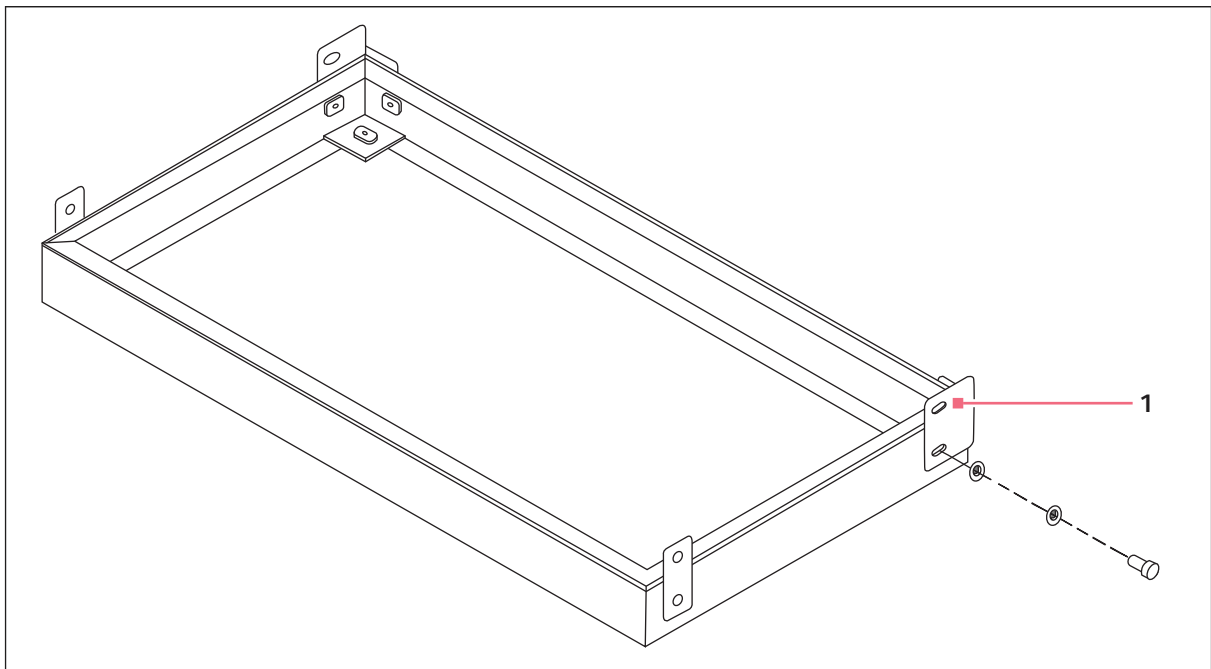
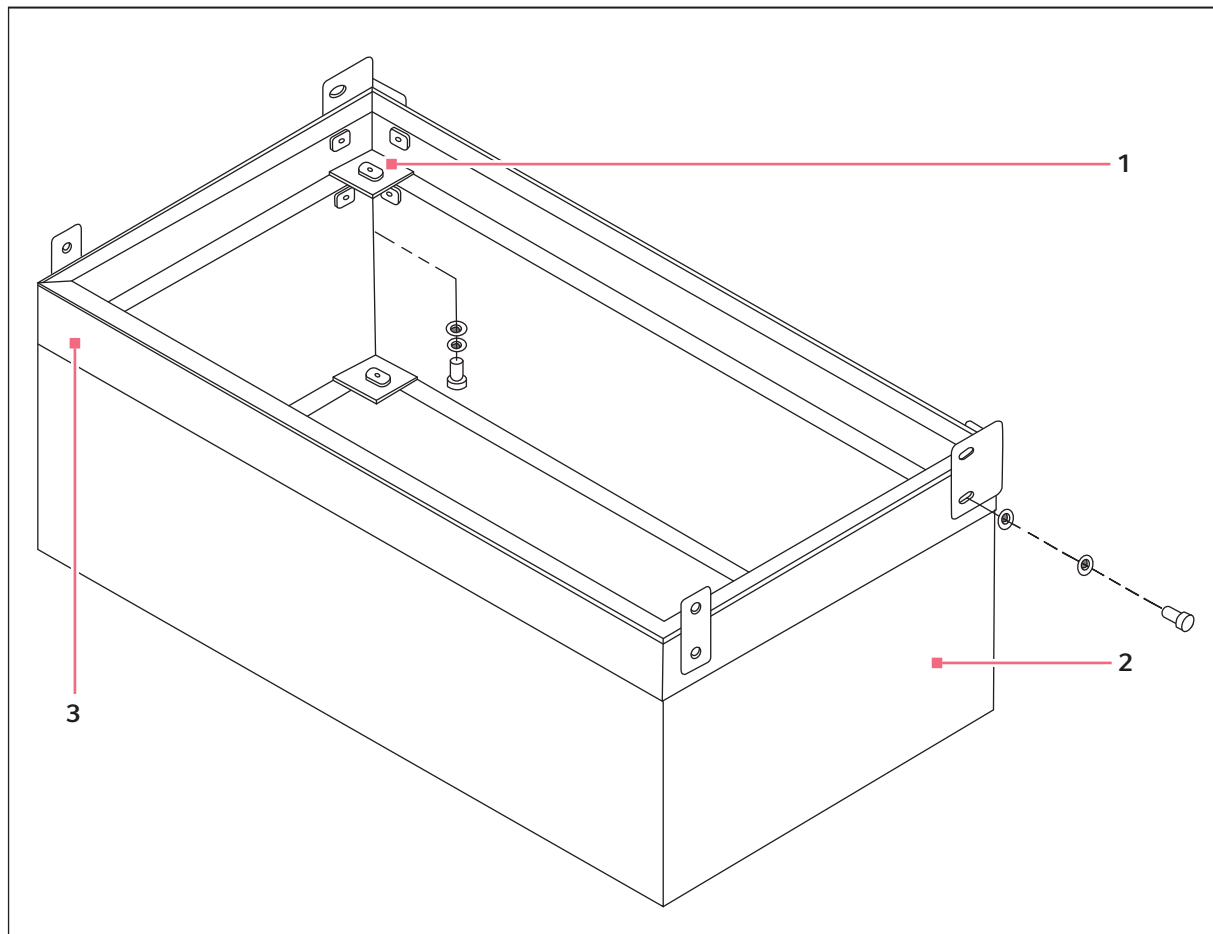

Abb. 4-2: Optionales niedriges Rahmengestell, 10,2 cm (4 in)
Abb. 4-3: Optionales hohes Rahmengestell, 43,2 cm (17 in)
3. Wenn Sie einen einzelnen Schüttler montieren möchten, verwenden Sie das 43,2 cm (17 in) Rahmengestell (siehe Abb. 4-3 auf S. 24). Schrauben Sie den Schüttler mit dem mitgelieferten Montagezubehör auf das Rahmengestell.
4. (siehe Abb. 4-2 auf S. 23) und (siehe Abb. 4-3 auf S. 24). Montieren Sie die vorderen und hinteren Montagewinkel je nach Höhe Ihres Rahmengestells mit dem mitgelieferten Montagezubehör entsprechend der Montagebohrungen am Rahmengestell.